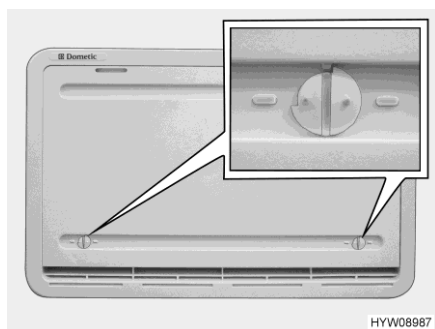

Fig. 238 Copertura invernale
Se il funzionamento del frigorifero avviene a basse temperature esterne, il produttore consiglia l'utilizzo di una copertura invernale (Fig. 238) per la griglia di aerazione del frigorifero.
- Aprire entrambi i bloccaggi (Fig. 238), la scanalatura risulterà orizzontale.